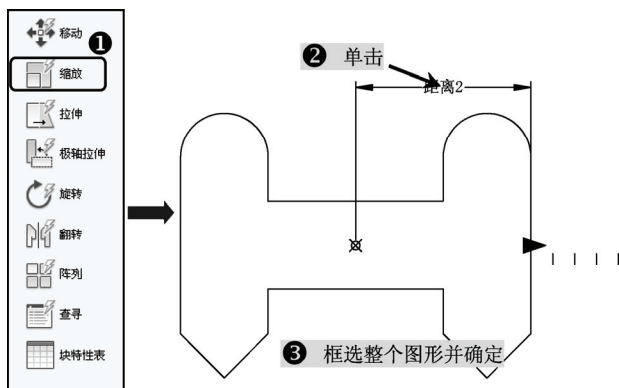

图 9-6 缩放动作操作
- 2) 在“动作”选项卡中单击“缩放”工具按钮,选择刚才所绘制的标签,再框选整个图形并确定,如图9-6所示。